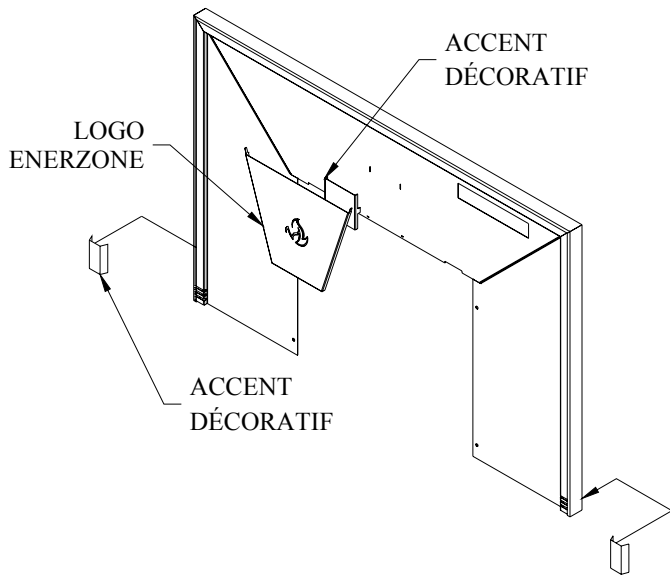

Figure 30
- 6- Insérez les accents décoratifs à la base de chaque côté de façade et installez le logo Enerzone.(Figure30)